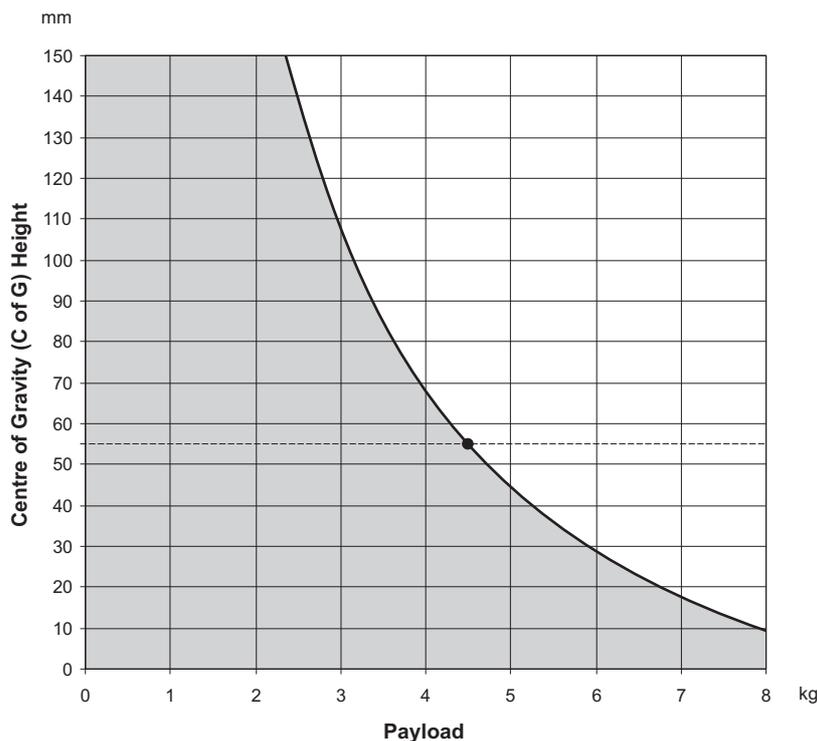
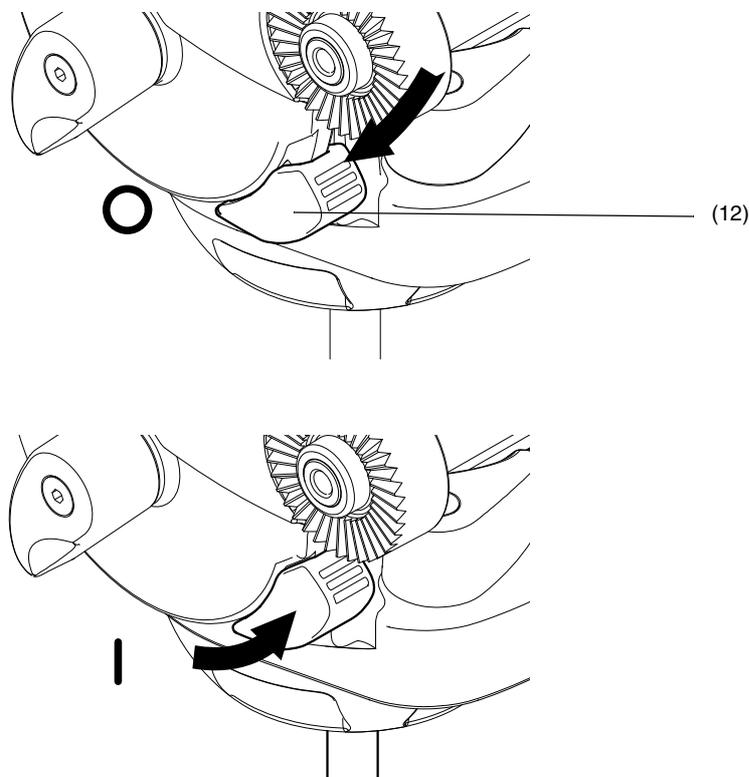

Fig. 4
Fig. 5
Le système d'équilibrage à deux niveaux de la tête à mouvement horizontal et vertical PRO-5plus est destiné à des charges pouvant atteindre 4,5 kg (9,9 lb) avec un centre de gravité (CG) se trouvant à une hauteur de 55 mm ; il peut également être désactivé pour une libre rotation sur l'axe de mouvement vertical. Le graphique (Fig. 4) montre comment mettre en relation le CG et la charge pour obtenir des performances optimales.
La tête PRO-5plus offre un système d'équilibrage à niveaux activable/désactivable, calculé pour des charges atteignant 4,5 kg (9,9 lb) avec un centre de gravité (CG) à une hauteur de 55 cm (2,2"). Le graphique (Fig. 4) montre comment mettre en relation le CG et la charge pour obtenir des performances optimales.
Le sélecteur d'équilibrage (12) offre 2 niveaux d'équilibrage. En poussant le sélecteur (12) vers le bas (Fig. 5), vous définissez une libre rotation sur l'axe de mouvement vertical, sans aucun engagement de contre-équilibrage. En poussant le sélecteur (12) vers le haut (Fig. 5), vous définissez une capacité d'équilibrage intégrale (Fig. 4).
À l'aide de la poignée (5), basculez la tête en avant et en arrière. Si la tête a tendance à tomber vers l'arrière, désélectionnez le système d'équilibrage (12) et serrez le frein de mouvement vertical (1) au couple nécessaire pour contrôler correctement le mouvement vertical de la caméra. Si la tête a tendance à tomber vers l'avant, cela signifie que la charge utile dépasse la capacité de la tête (Fig. 4). Réduisez si possible la hauteur du CG de tout équipement associé, ou bien retirez si possible ces derniers de la tête.